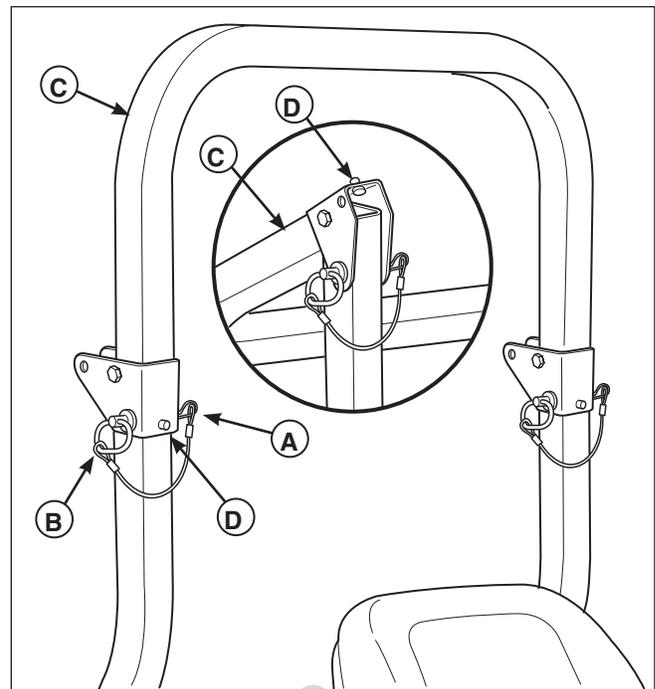
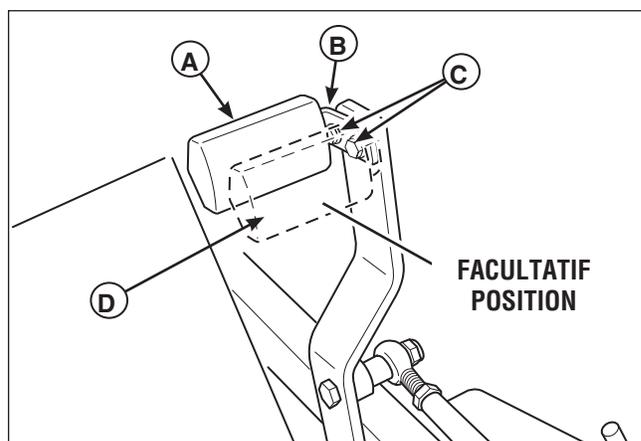

Figure 11. Montée et abaissement de l'arceau de sécurité
Figure 15. Réglage de la pédale
1. Sortir les goupilles en épingles à cheveux (A, figure 11) des goupilles de retenue (B).
2. Pousser ou tirer le haut de l'arceau de sécurité (C) vers l'avant contre les butées en caoutchouc (D) et retirer les goupilles de retenue (B).
3. Abaisser l'arceau de sécurité et remonter les goupilles de retenue et les goupilles en épingles à cheveux pour fixer l'arceau de sécurité en position abaissée (voir encadré, figure 15).
2. Retirer la quincaillerie de fixation de la pédale (C) et faire tourner la patte de 180 degrés.
4. Remonter la pédale sur sa patte de fixation dans l'orientation appropriée comme l'indique la figure 15.